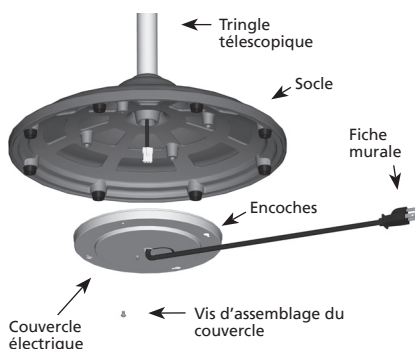

FIGURE 6
13. Retirer de la base du socle une des quatre vis d'assemblage du couvercle et desserrer les trois autres. Voir Figure 6.
15. Placer le couvercle électrique contre la base du socle en fonte et aligner les encoches en trou de serrure du couvercle électrique avec les trois vis d'assemblage du couvercle desserrées. Faites tourner le couvercle électrique dans le sens antihoraire. Voir Figure 6.